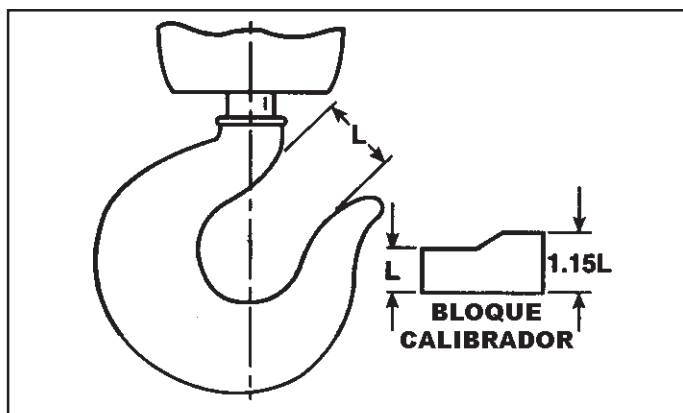

Figura 5-2. Bloque Calibrador
f) Revise la boca del gancho. (Consulte la Figura 5-2). Se recomienda realizar una medición de la boca del gancho y registrarla al recibir el polipasto. Las normas de la OSHA exigen reemplazar el gancho si la boca del gancho excede el 15 por ciento de la abertura de la boca original, o si el gancho está torcido más de 10 grados del plano no inclinado. Sugerimos realizar un bloque calibrador debidamente identificado con el polipasto, similar al que aparece en la Figura 5-2, para cada gancho, para ser utilizado en estas mediciones.